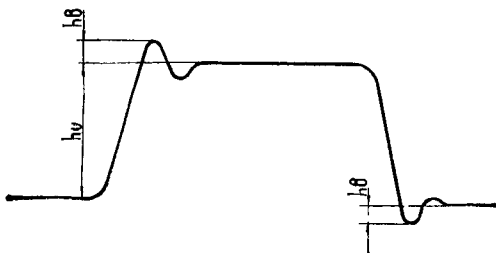

Рис. 3. Примерный вид переходной характеристики при определении величины выброса.
- установите амплитуду 50 мм (см. рис. 3);